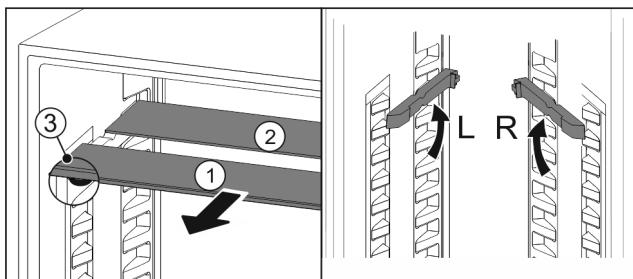

Fig. 45
- Skleněné desky jednotlivě vytáhněte dopředu Fig. 45 (1).
- Skleněná deska Fig. 45 (1) s ozdobnou lištou leží vpředu.
- Zarážky Fig. 45 (3) směřují dolů.